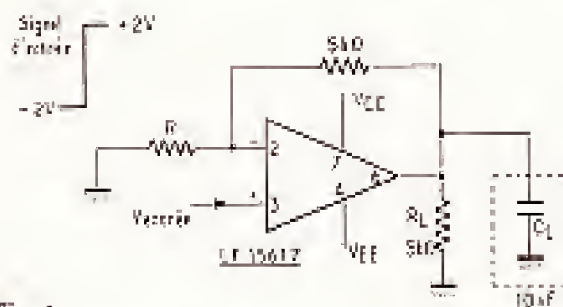

Fig. 5
7. V_{CC} + de l'alimentation positive (voir fig. 5).